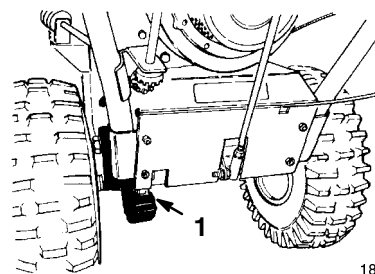

Figure 35
2. Lubrifiez légèrement la chaîne d'entraînement avec un lubrifiant spécial (Fig. 35).